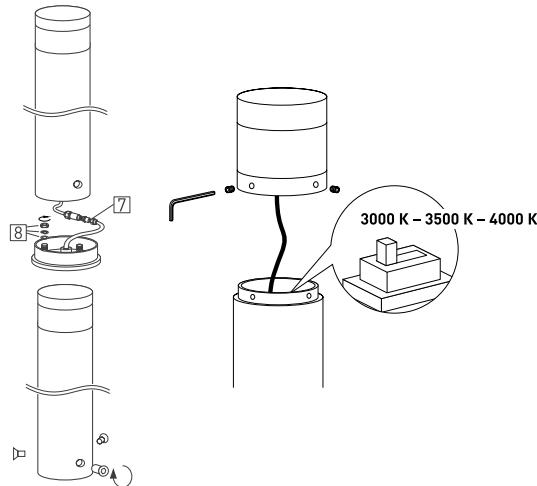

Рис. 4. Установка цветовой температуры
- 3.7. Для изменения цветовой температуры необходимо выполнить следующие действия [рис. 4]: